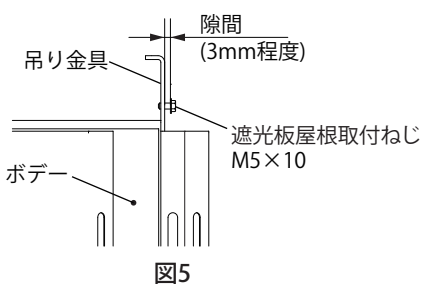

図5
1. 遮光板屋根を低くしたい側 (傾斜の後側) の吊り金具の取付穴に、遮光板屋根取付ねじ M5×10 を、隙間を 3mm 程度残して仮締めしてください。(2か所) (図5)